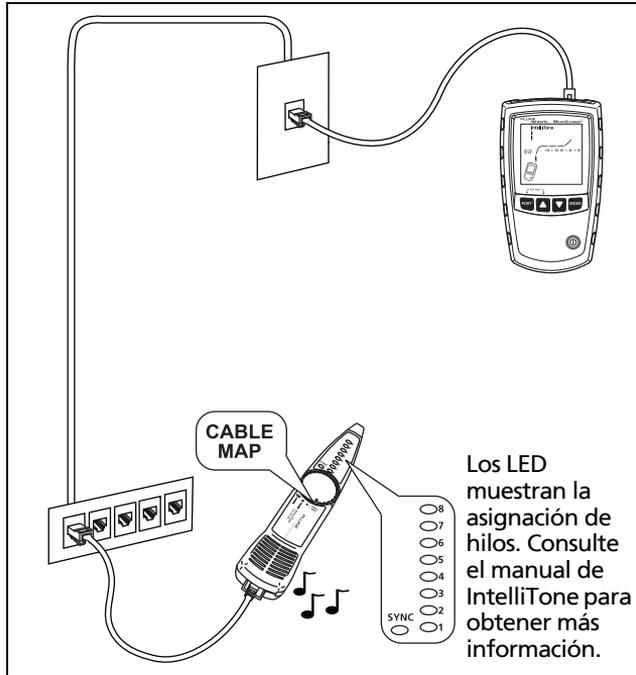

Figura 36. Uso del emisor de tonos con la función de mapa de cableado IntelliTone IP200
- 3 Conecte el comprobador al cableado tal como se indica en la Figura 36.
- 4 Pulse  o  hasta que aparezca () en la pantalla. El modo IntelliTone se indica mediante **IntelliTone** y un patrón de desplazamiento de 1s y 0s en la pantalla. Consulte Figura 36.